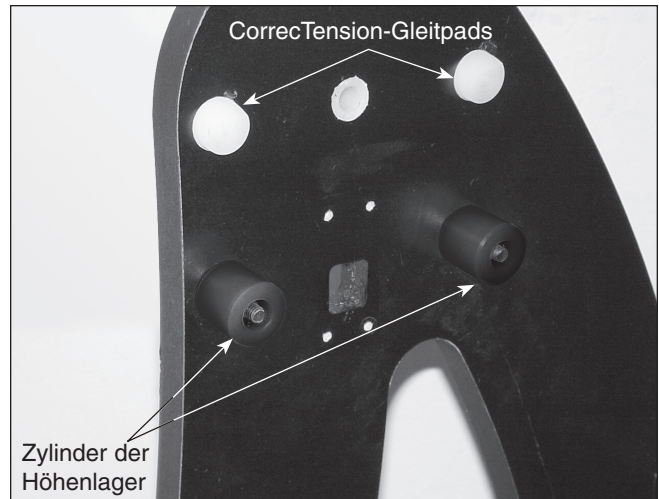

Abbildung 5. Anbringen der Zylinder der Höhenlager.
10. Befestigen Sie den Handgriff (M) mit den zwei Sechskantschrauben zum Befestigen des Handgriffs an der Frontplatte (B). Schieben Sie auf jede Schraube eine Unterlegscheibe zum Befestigen des Handgriffs, und drücken Sie den Handgriff dann gegen die Frontplatte. Die Seite des Handgriffs mit dem Orion-Logo sollte dabei nach oben weisen. Drehen Sie dann die Schrauben mit dem mitgelieferten Rollgabelschlüssel von innen durch die Frontplatte in den Handgriff, und ziehen Sie sie fest.
11. Richten Sie einen der Zylinder für das Höhenlager (N) an einer der vier dafür vorgesehenen Bohrungen innen an den Seitenwänden aus. Führen Sie die Schraube zum Befestigen des Zylinders für das Höhenlager durch die Seitenwand, und schrauben Sie den Zylinder darauf (Abbildung 5). Die abgeschrägte Seite des Zylinders sollte am weitesten von der Seitenwand entfernt sein. Sie können den Zylinder von Hand festziehen oder, falls erforderlich, mit dem mitgelieferten 4-mm-Innensechskantschlüssel. Wiederholen Sie diesen Vorgang für die restlichen drei Zylinder des Höhenlagers.